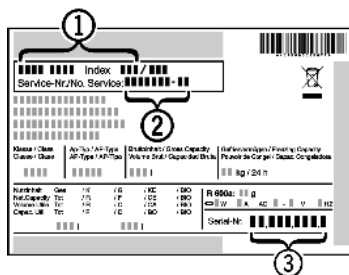

Fig. 54
- ▶ Apparaataanduiding Fig. 54 (1), servicenummer Fig. 54 (2) en serienummer Fig. 54 (3) van het typeplaatje aflezen. Het typeplaatje bevindt zich aan de binnenkant van het apparaat.